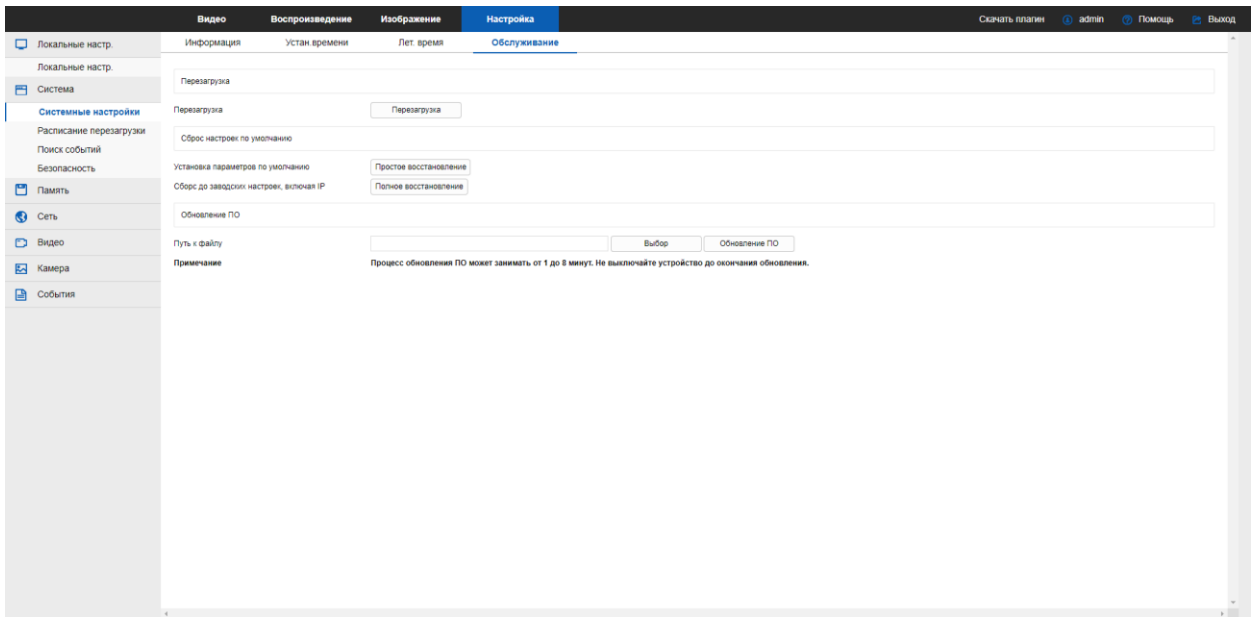

Рисунок 19
- подключите видеокamеру к ПК. Войдите на web-интерфейс видеокamеры во вкладку «Настройка», выберете пункт «Система», затем «Системные настройки», и далее «Обслуживание» (рисунок 19);